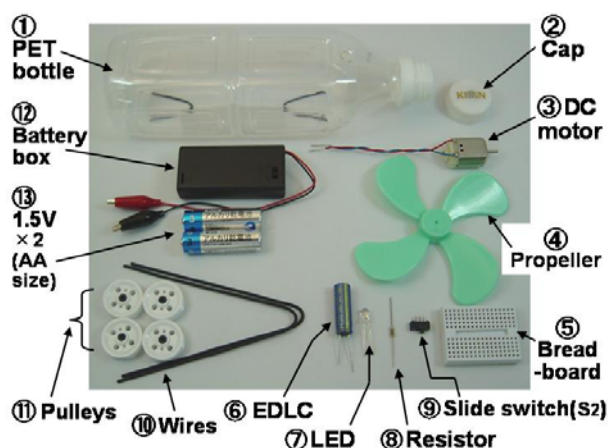

Fig.1 A component of the PET bottle wind car
Fig.1 に、ペットボトルウインドカーの構成部品を示す。図から 500ml 用①ペットボトルのキャップ側の注ぎ口の中に③DC モータを配置し、モータのシャフトに④プロペラを取り付ける。⑤ブレッドボードの上に⑥EDLC、⑦LED、⑧抵抗および⑨スライドスイッチをマウントする。次に、長さ 230mm、線径 2φの⑩針金を折り曲げてペットボトルの2対の支持体とし、これに⑪プーリを取り付けて4本のタイヤとする。⑥EDLC の充電には、⑫バッテリーボックスの中に⑬単3電池を2本直列に入れてミノムシクリップで接続する。